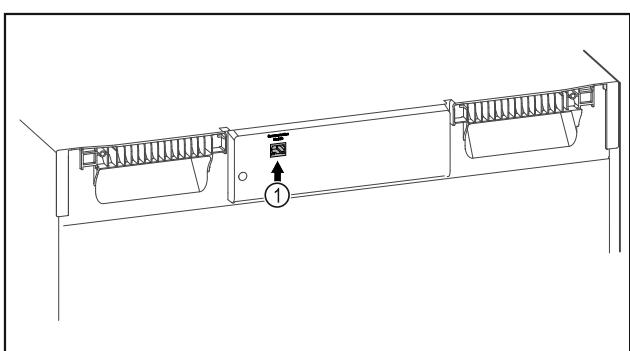

Fig. 152
- Le SmartModule Fig. 152 (1) est installé.